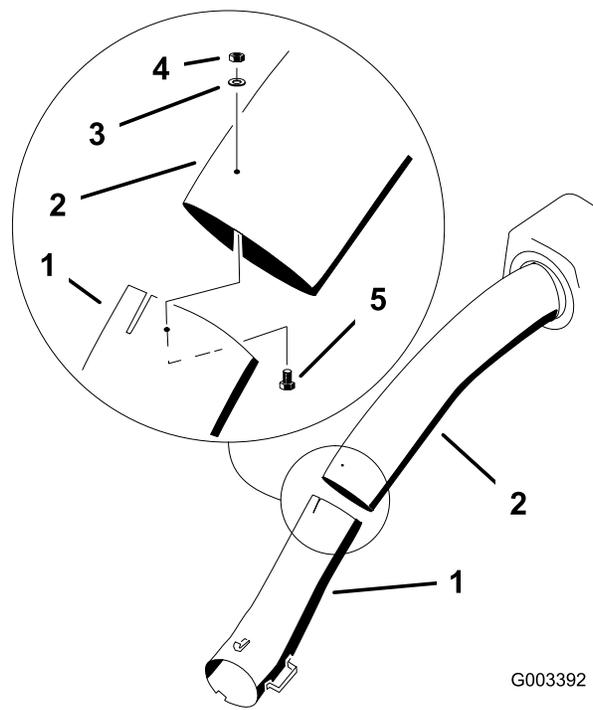

Figure 27
11. Réunissez les tubes supérieur et inférieur avec 3 boulons (n° 10 x 3/4 po), 3 rondelles plates (7/32 po) et 3 contre-écrous (n° 10), comme montré à la Figure 27.